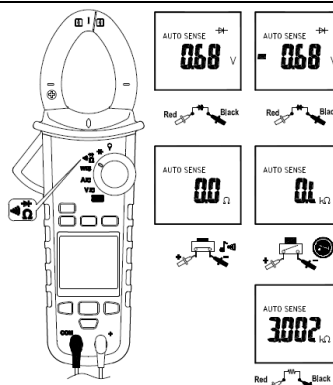

Рис. 8.7: Схемы подключения клещей
4. Далее подключите щупы к объекту измерений (с соблюдением необходимой полярности при необходимости рис. 8.7) и выполните тест.